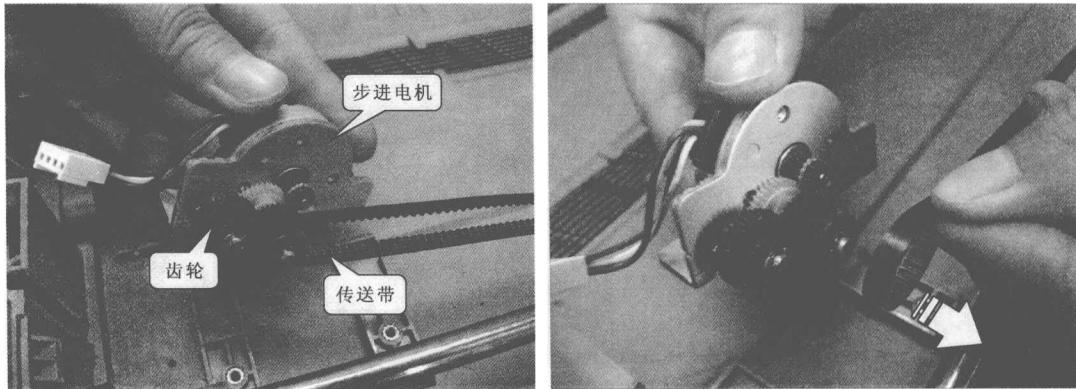

图 1-12 摘下步进电机齿轮上的传送带
(10) 扫描仪机械传动系统中的步进电机通过齿轮连接传送带，因此在取下步进电机时，需要将传送带从齿轮上拆下来，如图 1-12 所示。